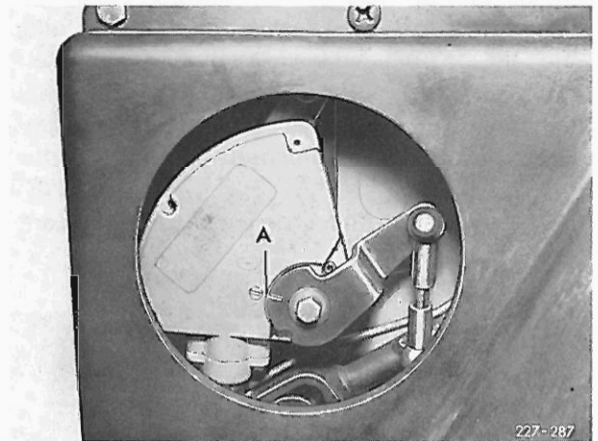

Bild 16
- 2 Verbindungstange so einstellen, daß bei Fahrstellung „1“ des Wählhebels die Markierung „A“ am Betätigungshebel und Schaltergehäuse übereinstimmen (Bild 16).